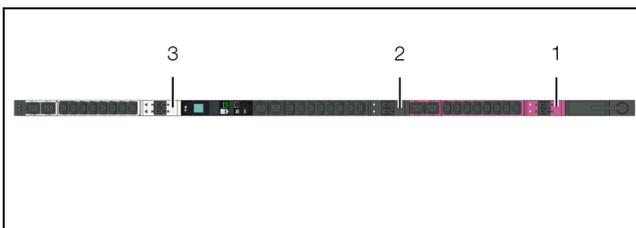

Abb. 78: Farbkennzeichnung der einzelnen Phasen und Steckplätze
Auf der Frontseite der PDU ist die Zuordnung der Steckplätze zu den einzelnen Phasen durch verschiedene Farben gekennzeichnet (siehe Abb. 78)
- Phase 1 (L1): Pink (Abb. 78, Pos. 1)
- Phase 2 (L2): Schwarz (Abb. 78, Pos. 2)
- Phase 3 (L3): Weiß (Abb. 78, Pos. 3)